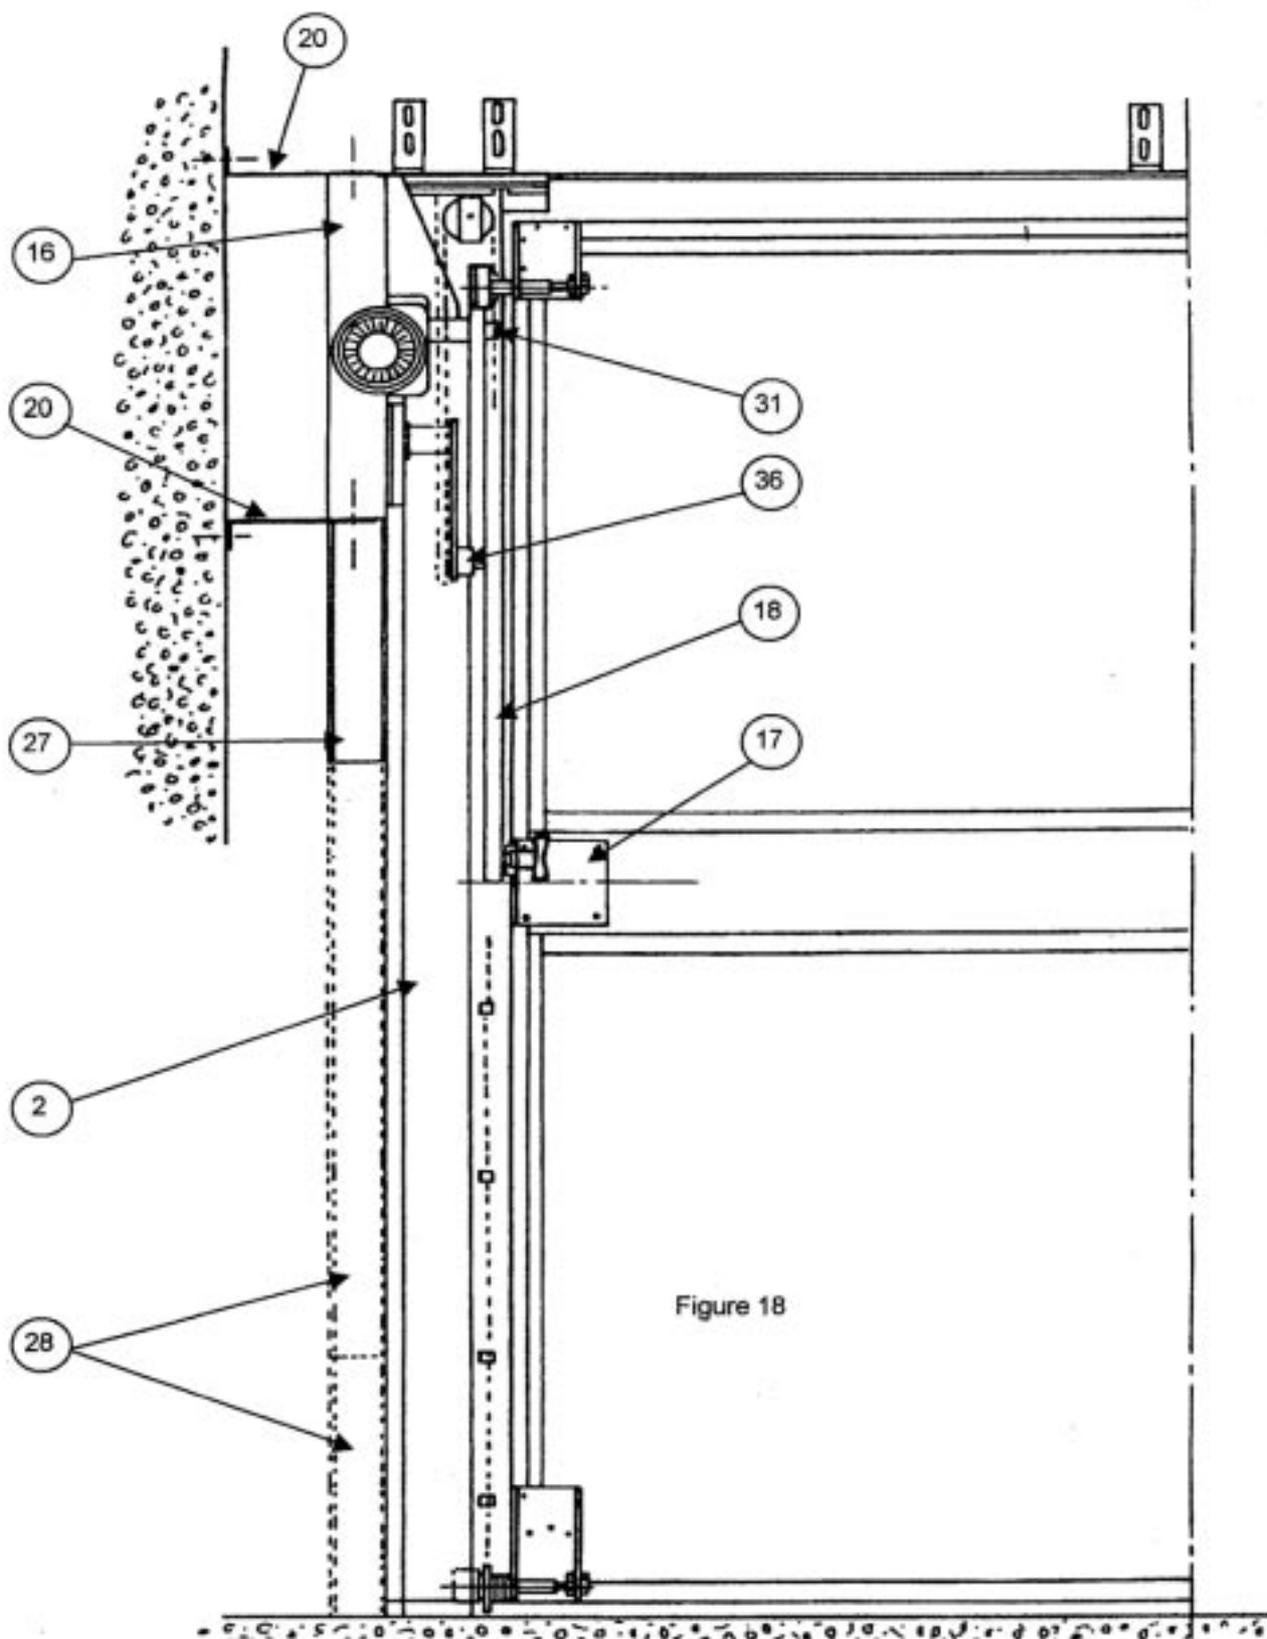

Figure 18
- 7) Fixer le châssis (16) contre la maçonnerie à l'aide de chevilles de 10 (27). Dans le cas d'un mur latéral proche, utiliser les pattes (20) pour rigidifier l'ensemble. Des trous de fixation sont prévus au dessus et en dessous du châssis ( voir figure 18). Utiliser les vis à tôle de 8 x 25 pour les fixer.
- Fixer les deux compléments châssis en U (28) à l'aide de boutons 8x12, celui du bas est à recouper en longueur à la demande. Figure 18.
9 - FIXER l'équerre de débrayage (17) sur le panneau à l'aide de 4 vis à tôle de 8 x 25 (trou diamètre 6 pour vis de 8). Figure 18.
- Introduire en même temps la rotule du bras de manoeuvre (18) sur l'axe du châssis (31) ainsi que l'axe de roulement du bras de manoeuvre dans l'axe six pans creux de la biellette (36).
- Fixer l'ensemble à l'aide de la rondelle métallique diamètre 28 et de la vis à métaux TF 6 x30 sur l'arbre (31). Figure 18.